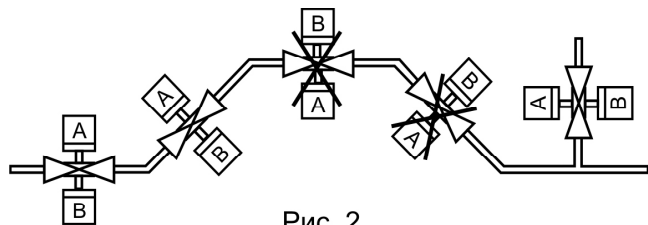

Рис. 2
4.2.4 Произведите монтаж клапана на трубопровод, в соответствии с рекомендацией по расположению клапана на трубопроводе (рис. 2). Не допускается расположение электромагнитной